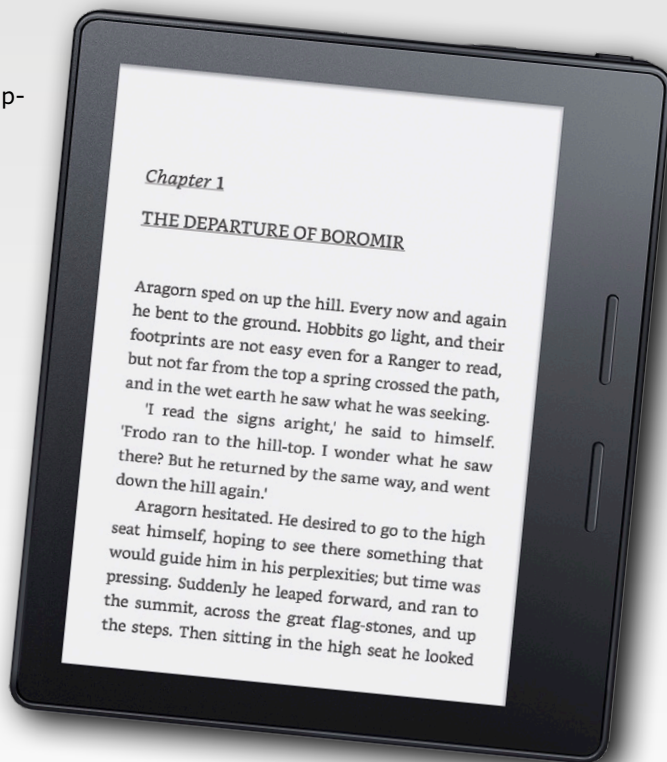

Figure 2. Liseuse Kindle sur e-paper.
- Appareils mobiles tels que les liseuses numériques (Kindle d'Amazon, fig. 2)
Un tel convertisseur MLI permet donc de produire très simplement des tensions avec une résolution aussi grande que désiré, simplement en augmentant le nombre de bits du compteur et du comparateur. Mais cette solution a un inconvénient majeur : avant le filtre passe-bas, le signal est rectangulaire avec une fréquence assez faible, ici  $10 \text{ MHz}/256 = 39 \text{ kHz}$ . Plus le nombre de bits est petit, plus cette fréquence est basse, d'où un spectre en fréquence comprenant des raies parasites à  $39 \text{ kHz}$  et à ses multiples (cf. **fig. 2**), ce qui imposera un filtre passe-bas atténuant « suffisamment » le  $39 \text{ kHz}$ . J'ai déjà parlé de filtres anti-repliements dans mon précédent article, donc vous savez que ce n'est pas si simple. En pratique, soit ce filtre sera complexe et cher, soit il coupera à une fréquence nettement plus basse, typiquement quelques  $\text{kHz}$ , afin d'être physiquement réalisable. Ce n'est pas un souci si la valeur de sortie du CN/A ne doit pas changer fréquemment, mais cela le devient pour des applications plus rapides comme en audio.
Figure 2. L'inconvénient d'un signal MLI (gauche) est visible dans le domaine fréquentiel (centre, et zoomé à droite). Ici une composante de forte puissance est présente à la fréquence de la MLI, soit  $39 \text{ kHz}$ .